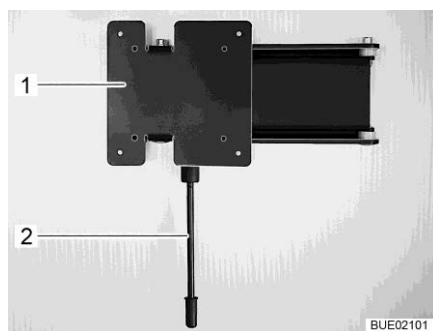

Fig. 92 Supporto a parete
- Tirare verso il basso la leva di sbloccaggio (Fig. 92,1) e ruotare il supporto (Fig. 92,2) con lo schermo piatto nella posizione desiderata.